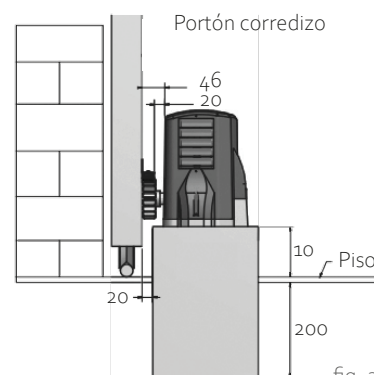

fig. 2
2. La altura (h), hace referencia a la altura de la base, que se eleva sobre el piso, mínimo 100mm y 400mm de profundidad, proporcionando un cimiento firme. La base deberá estar a 20mm de la hoja del portón (fig.2).